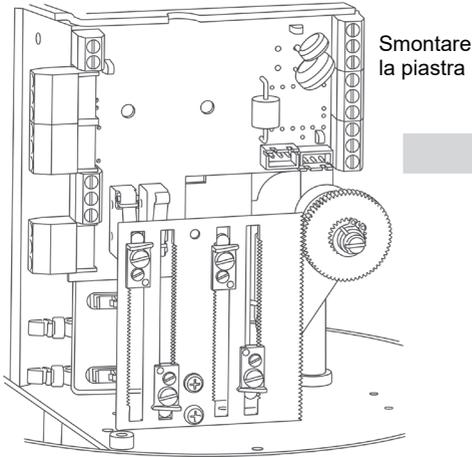

Fig. 19 Montare la scheda con gli interruttori ausiliari aggiuntiva
- Rimuovere la piastra (Fig. 19 e 20).